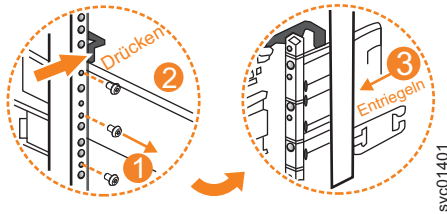

Abbildung 133. Schienenbaugruppe von hinterer Rahmenhalterung entfernen
3. Entfernen Sie die beiden Schrauben, mit denen der innere Teil der Schiene an der hinteren Halterung angebracht ist (siehe Abb. 133 auf Seite 143).
4. Ziehen Sie die Schiene nach vorne von der hinteren Halterung weg (siehe Abb. 133).